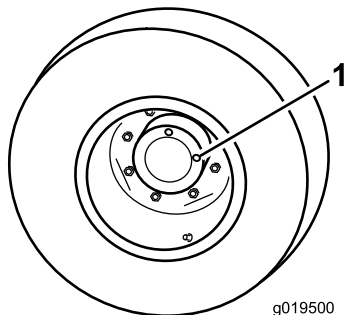

Рисунок 17
1. Поставив машину на ровную поверхность, расположите колесо так, чтобы одна контрольная пробка находилась в положении «12 часов», а вторая — в положении «3 часа» (Рисунок 17).
2. Снимите пробку, находящуюся в положении «3 часа» (Рисунок 17).